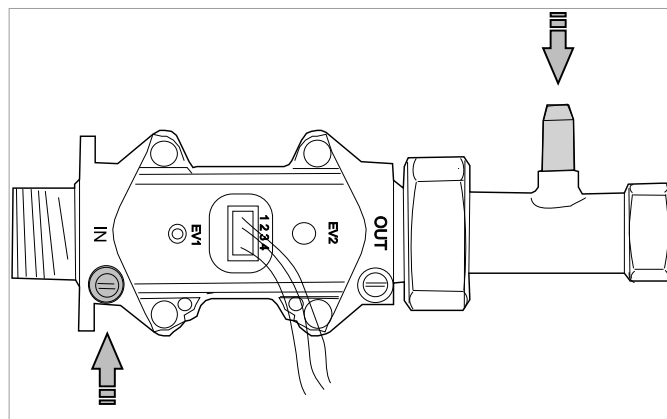

Abbildung 12: Gasmessung
- Achten Sie darauf, dass zwischen der Platte und dem Scheibenrahmen ein Abstand von 4 mm besteht, damit dieser für Wartungsarbeiten weiterhin zugänglich bleibt (siehe Abbildung 12).